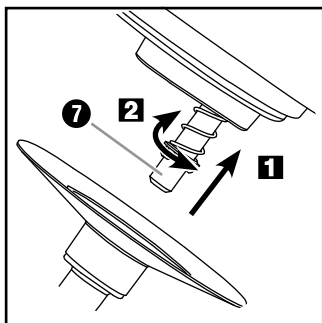

Fig. 2: montaje de los accesorios
- 6) Monte el gancho amasador **10**, las varillas de montar **11** o las varillas de mezcla **12** en el eje de accionamiento **7** (fig. 2) según la tarea que desee realizar:
- Coloque el gancho amasador **10**, las varillas de montar **11** o las varillas de mezcla **12** (en lo sucesivo, el accesorio) en el eje de accionamiento **7** de forma que los dos salientes metálicos del eje de accionamiento **7** encajen en los alojamientos del accesorio **10 11 12** (fig. 2/**1**).
- Presione el accesorio **10 11 12** firmemente contra el eje de accionamiento **7** de forma que el resorte quede presionado y gire el accesorio **10 11 12** ligeramente en sentido antihorario (dirección **2**) (fig. 2/**2**).